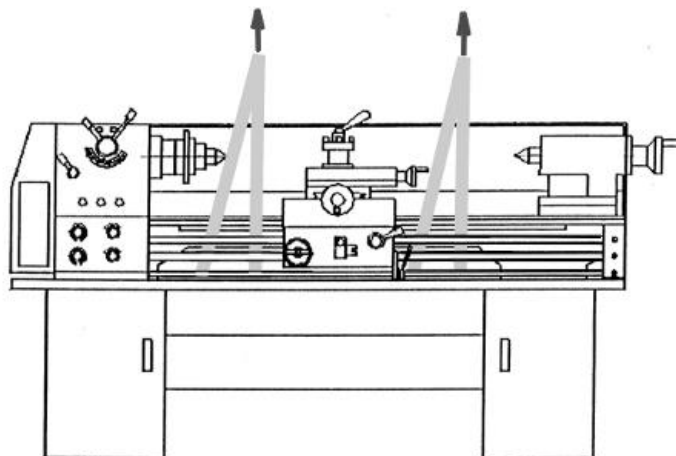

Fig 2. Transport et déplacement de la machine
3. Transporter le tour comme indiqué la figure 2.
Complémentaire: Fig. 2. Demi-écrou